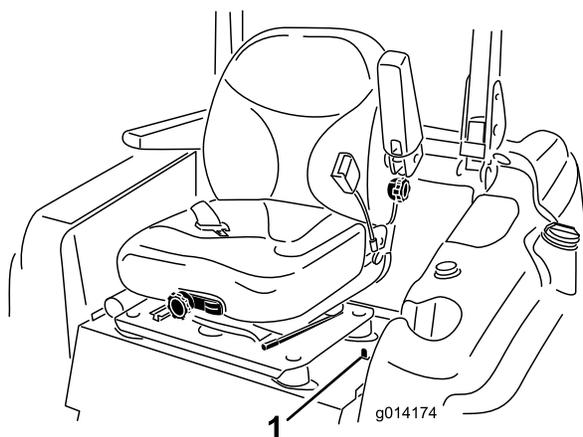

Figura 11
1. Spostate indietro il chiavistello del sedile, posto a sinistra di quest'ultimo, per sbloccare il sedile e tirate in avanti la parte superiore del sedile (Figura 11).